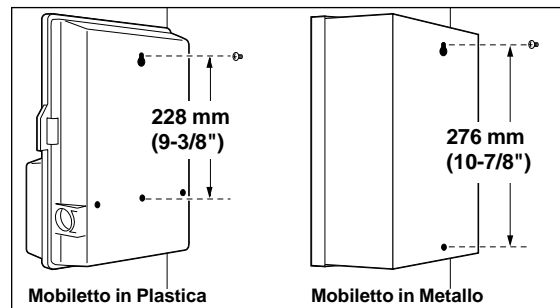

**Figura 2** - Rimozione dei tappi copri-foro per le viti e le connessioni.
3. **(Solo per modelli con mobiletto in plastica)** Usando un piccolo cacciavite o una pinza, rimuovere con cura i tappi copri-foro delle viti inferiori di montaggio (A) Vedere **Figura 2**.
4. Rimuovere i tappi d'accesso alle connessioni elettriche da 1/2" (13mm) (B) e i tappi d'accesso alle connessioni di campo da 1" (25 mm) (C) che si trovano alla base o nel retro del programmatore. Se si intende installare il sensore pioggia Toro e/o il cavo opzionale per il ProgramLink, rimuovere il tappo d'accesso laterale (D). Vedere **Figura 2**.